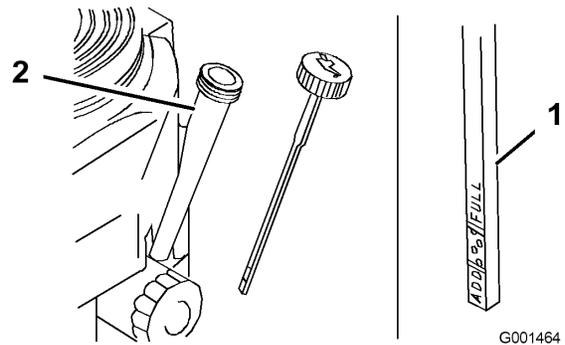

Figura 33
4. Limpie alrededor de la varilla de aceite (Figura 33) para impedir que caiga suciedad por el orificio de llenado y cause daños en el motor.
5. Desenrosque la varilla de aceite y limpie el extremo (Figura 33).
6. Deslice la varilla a fondo en el tubo de llenado, pero no la enrosque en el tubo (Figura 33).
- Vierta lentamente un 80% aproximadamente de la cantidad especificada de aceite por el tubo de llenado (Figura 33).